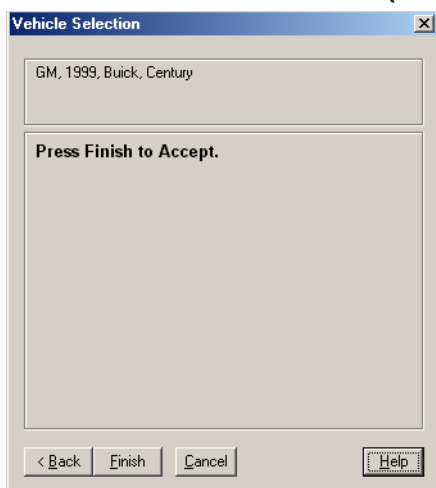

Figure 2.10 : dernière boîte de dialogue relative au choix du véhicule
- 3 Plusieurs autres boîtes de dialogue relatives au choix du véhicule apparaîtront. Dans chaque boîte de dialogue, effectuez le choix qui s'impose et, ensuite, cliquez sur le bouton **Next**. Continuez jusqu'à ce que la mention **Press Finish to Accept** apparaisse dans la boîte de dialogue (Figure 2.10 de la page 77).